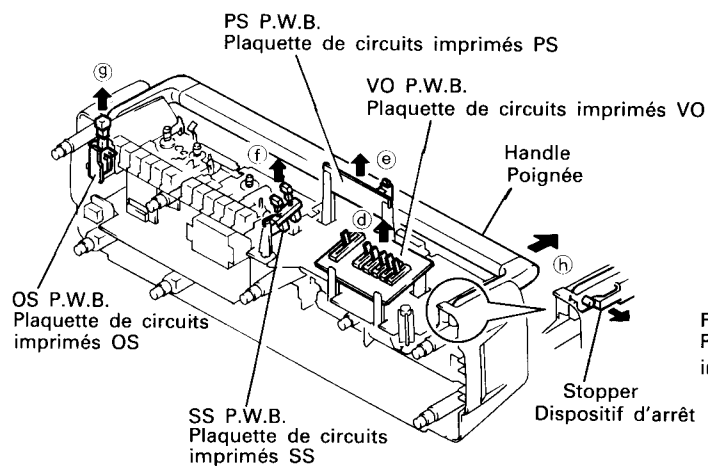

Fig. 4
6. LL P.W.B. (Fig. 4)
7. VO P.W.B. (Fig. 4)
8. PS P.W.B. (Fig. 4)
9. SS P.W.B. (Fig. 4)
10. OS P.W.B. (Fig. 4)
11. Handle (Fig. 4)
6. Plaquette de circuits imprimés LL (Fig. 4)
7. Plaquette de circuits imprimés VO (Fig. 4)
8. Plaquette de circuits imprimés PS (Fig. 4)
9. Plaquette de circuits imprimés SS (Fig. 4)
10. Plaquette de circuits imprimés OS (Fig. 4)
11. Poignée (Fig. 4)